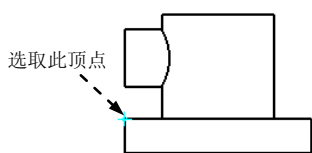
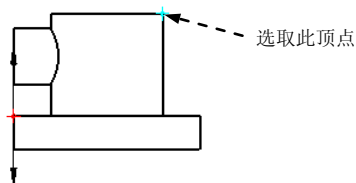
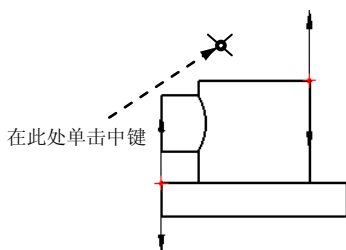
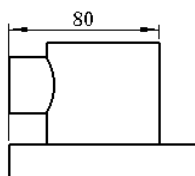

图 5.2.41 选取顶点 (一)
图 5.2.42 选取顶点 (二)
图 5.2.43 选取放置位置
图 5.2.44 尺寸显示
- 在 **▼ MAKELINE (做线)** 下拉菜单中选择 **Vert Line (竖直线)** 命令，选取图 5.2.41 所示的顶点，此时视图如图 5.2.42 所示。选取图 5.2.42 所示的顶点，此时视图如图 5.2.43 所示。
在图 5.2.43 所示的位置单击中键，此时在视图中显示尺寸，如图 5.2.44 所示。